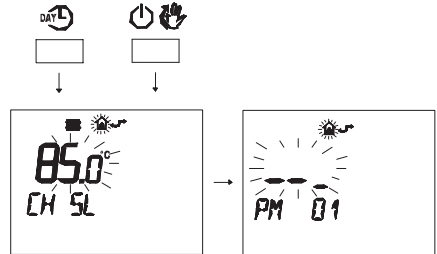

Fig. 5.87
- Premere contemporaneamente i pulsanti **DAY** e **ON/OFF** per entrare nella programmazione trasparente (Fig. 5.87).